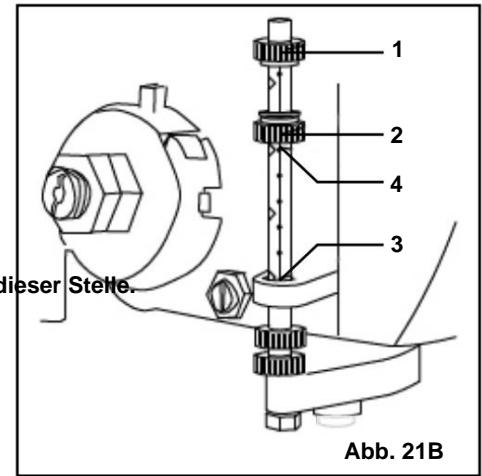

Abb. 21B
TIEFENSKALA-METHODE (ABB. 21B)
1. Stellen Sie sicher, dass die Markierung 0 (Zoll oder mm) auf dem Tiefenmesser an der Oberkante der Metallhalterung liegt (Abb. 21B - 4), wenn die Pinole vollständig eingefahren ist.
4. Drehen Sie den Tiefenknopf (Abb. 21B - 2), bis er mit der gewünschten Tiefenmarkierung (Abb. 21B - 3) (z. B. 1 Zoll) auf der Messskala übereinstimmt.